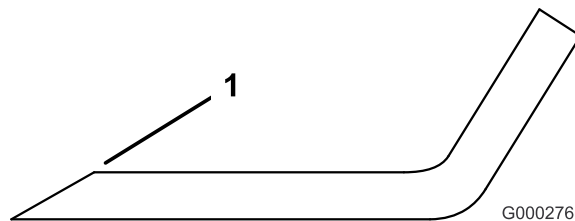

Figure 100
1. Au moyen d'une lime, aiguiser les tranchants aux deux extrémités de la lame (Figure 100). Veillez à conserver l'angle de coupe d'origine. Limez la même quantité de métal sur chacun des deux tranchants pour ne pas déséquilibrer la lame.